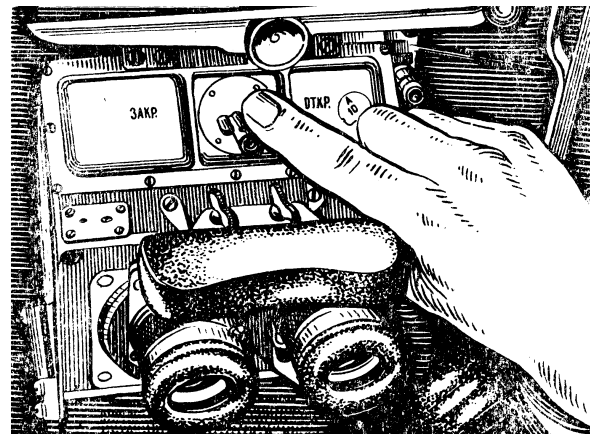

Рис. 54. Відкривання шторки нічної гілки приладу ТКН-3Б
- перевести рукоятку шторки в положення «ОТКР.» (рис. 54);